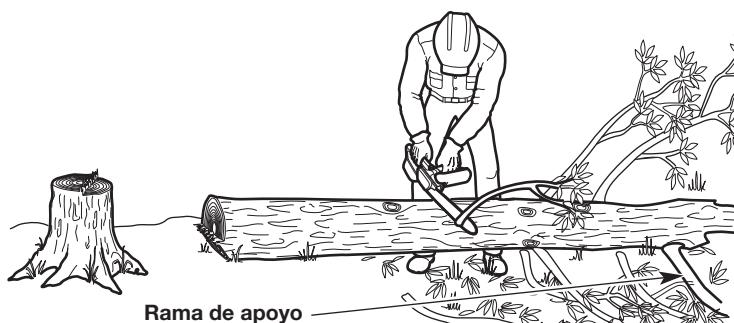

Fig. 13
1. Deje para lo último las ramas grandes de apoyo debajo del árbol (Fig. 13). Éstas mantendrán al árbol alejado del suelo durante el proceso de desramado.
2. Corte de a una rama por vez. Párese en el lado del árbol opuesto a la rama (Fig. 13). Mantenga el tronco entre el operador y la sierra de cadena. Para evitar que la sierra sea apretada, las ramas bajo tensión se deben cortar de abajo hacia arriba.